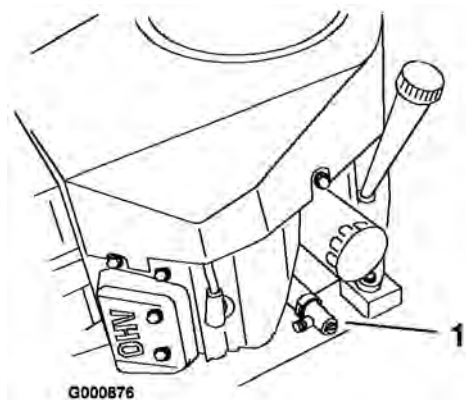

Figure 25
- Branchez le flexible de vidange au robinet de vidange d'huile (Figure 25).
- Placez un bac de vidange sous le flexible de vidange d'huile. Ouvrez le robinet de vidange avec un tournevis à lame plate ou une clé de 10 mm (Figure 25).
- Tournez le robinet dans le sens anti-horaire pour l'ouvrir (Figure 25).
- Quand toute l'huile s'est écoulée, refermez le robinet de vidange en le tournant dans le sens horaire (Figure 25).
- Nettoyez la surface autour du bouchon de la jauge d'huile et dévissez le bouchon (Figure 25).
- Versez avec précaution environ 80% de la quantité d'huile spécifiée dans le goulot de remplissage (Figure 25) (voir Entretien de l'huile moteur à la section Entretien du moteur, page 26).